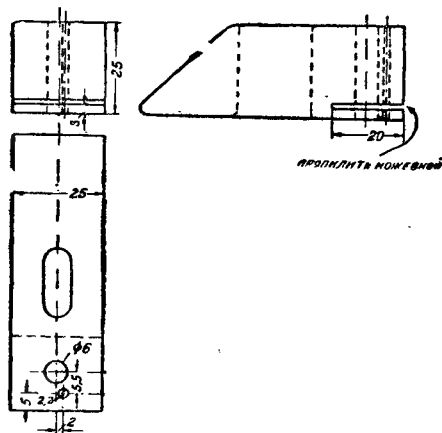

Рис. 5
16. Пружины — *s*, *t*, *u*, *v*, *w*, *x*, *y*, *z*. 17. Болты, винты, заклепки и шайбы. Размеры всех деталей, за исключением 17, указаны на рис. 5—21.
пропил ножовкой (рис. 5). Но в действительности как раз в этой работе легче всего сделать брак. Во-первых, пользуясь ручной дрелью, нелегко сохранить параллельное направление осей обоих отверстий для пуансонов и, во-вторых, трудно сделать ровный пропил ножовкой.
в печи, иначе обрабатывать его очень трудно. Затем очистить его от окалины и наметить на нем керном места отверстий (рис. 5) и просверлить их насквозь сверлом диаметром 2,2—2,3 мм. При сверлении надо следить за тем, чтобы дрель сохраняла все время вертикальное положение, в противном случае сверловка получится конической и сверло „уведет“ в сторону. После этого одно из отверстий рассверливается сверлом диаметром 6 мм согласно рис. 5. Пропил для ленты должен быть ровным и перпендикулярным к осям пуансонов. Если это условие не выполнено, то пуансоны будут плохо пробивать и мять ленту и заедать. Если при сверлении получился брак, можно просверлить отверстия для пуансонов рядом с неудавшимися или отпилить испорченную часть.